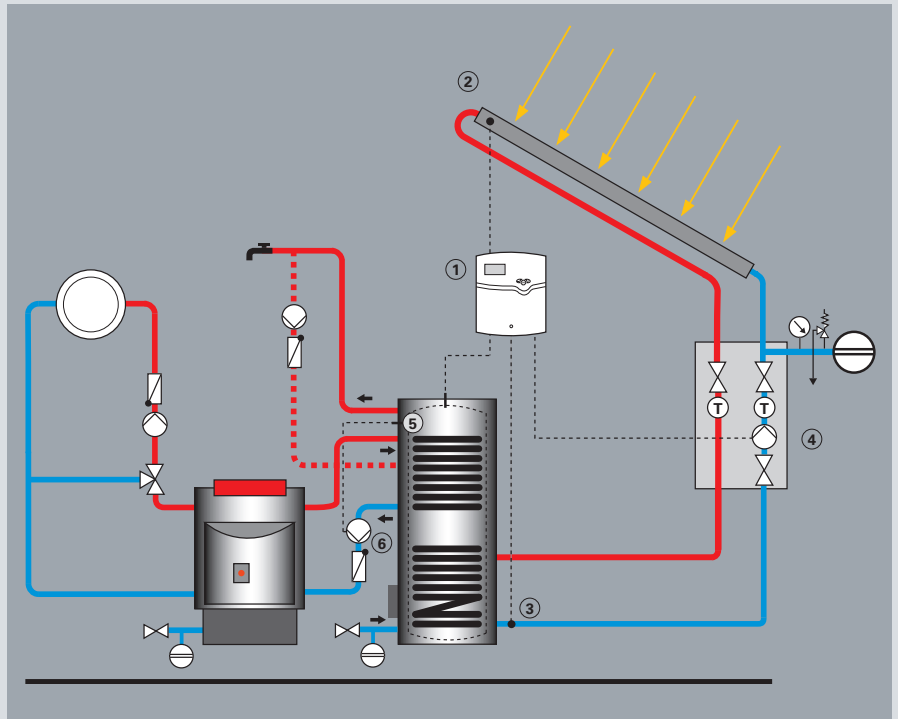

Fig. 29 : Production d'eau chaude sanitaire deux énergies avec des capteurs solaires et un préparateur d'eau chaude sanitaire deux énergies
### **Installation solaire équipée d'un préparateur deux énergies (fig. 29)**
Le réservoir mixte est, comme dans les figures 29 et 30, alimenté par la chaudière si la température de l'eau primaire est inférieure à la consigne de la sonde placée en haut du réservoir (5).